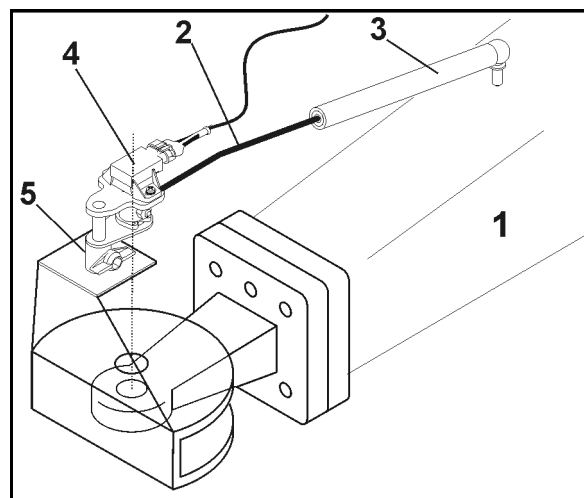

Fig. 37
O comando de seguimento AutoTrail para um seguimento automático e praticamente exato dos rastros deteta a posição angular da lança (Fig. 37/1) em relação ao sentido de marcha do trator.
1. Inserir uma barra angular (Fig. 37/2) no casquilho plástico (Fig. 37/3).
2. Inserir o sensor do ângulo de rotação (Fig. 37/4) no alojamento (Fig. 37/5).